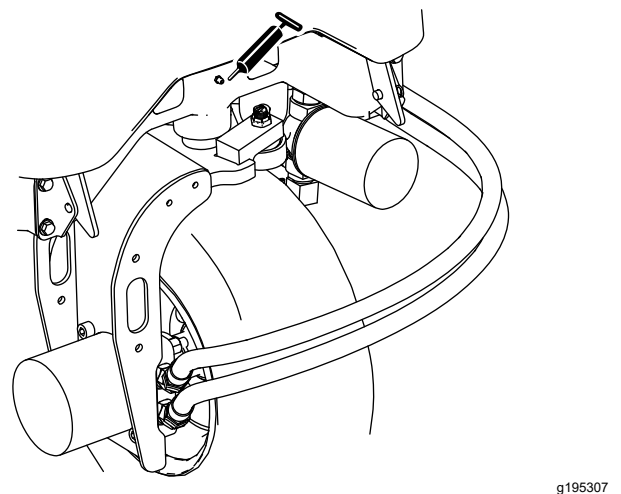

Figure 35
- Pivot de direction (Figure 35)